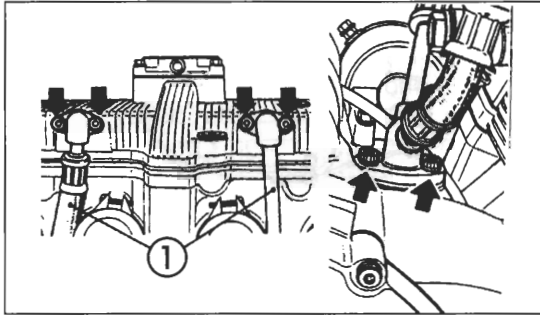

Bild 158
- Obere und untere Ölschlauchanschlüsse abnehmen (Bild 158).